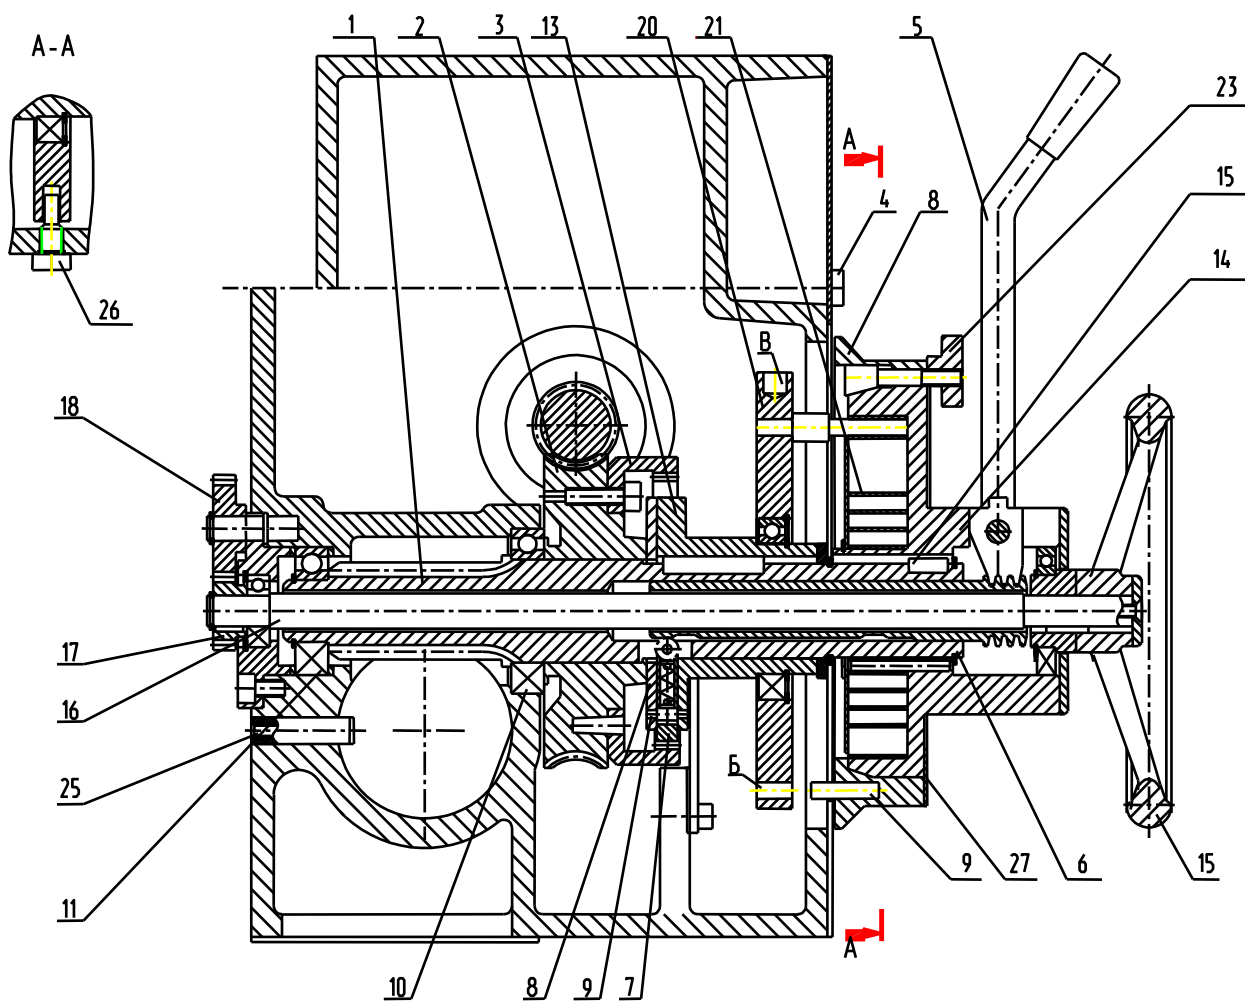
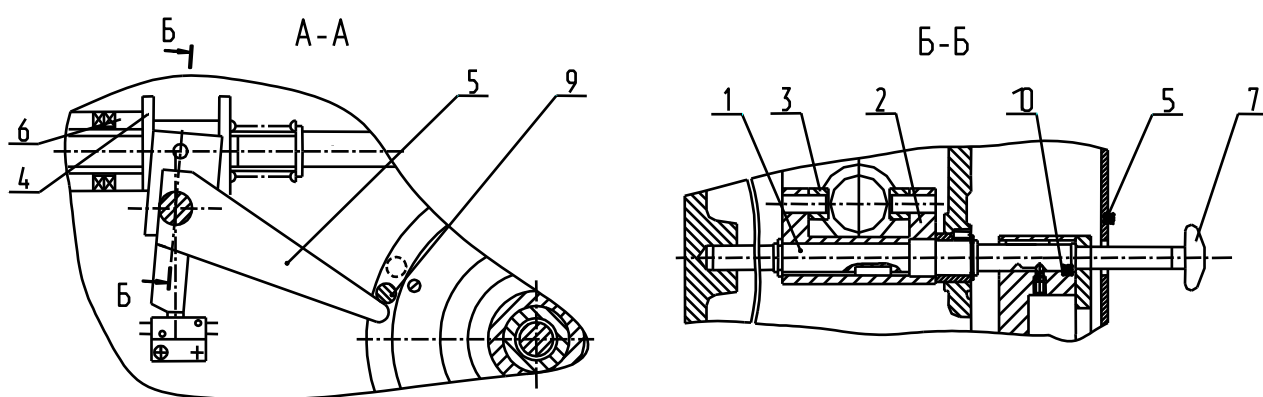

Рисунок 6.13 – Штурвальное устройство
Рисунок 6.14 - Механизм автоматического отключения подачи и включения реверса
6.11), червячного колеса 2 и реечного вала 1 (рисунок 6.13) обеспечивая ему при этом 9 ступеней подач.
Механизм состоит из горизонтального полого вала шестерни 1, установленного на опорах 10, 11 (рисунок 6.13), червячного колеса 2, свободно установленного на валу 1, полумуфты 3 закреплённой на червячном колесе и ползушек 7 расположенных в ступице 13.
Включение и выключение вращения вал-шестерни 1 (рисунок 6.13), а значит и механической подачи осуществляется рукоятками 5. В положении рукояток (штурвала) “от себя” толкатель 6 выдвинут вперёд и воздействует своим левым выступом на ползушки 7 через ролики 8, заставляя их своими зубьями войти во впадины полумуфты 3. Шпинделю сообщается механическая подача.
Механизм состоит из вала 1 (рисунок 6.14), рычага 2 с установленными на нём камнями 3, передвигной полумуфты 4 и передвигной ступицы 10 с закрепленным на ней рычагом. Механизм позволяет отключить подачу и включить реверс только при заданной глубине обработки до 122 мм, т. е. глубины за один оборот вал-шестерни 1 (рисунок 6.13) штурвального устройства.
Для обработки на заданную глубину необходимо кнопку 7 переместить на себя, лимбом 8 набрать необходимую глубину, совместив её с крайней правой риской нониуса 4 (рисунок 6.13). Лимб зафиксировать винтом 23. При достижении заданной глубины штифт 9 (рисунок 6.14) на лимбе посредством рычага 5 размыкает полумуфту 6 и подача отключается. В этом положении полумуфты в режиме резбонарезания включается реверс двигателя.